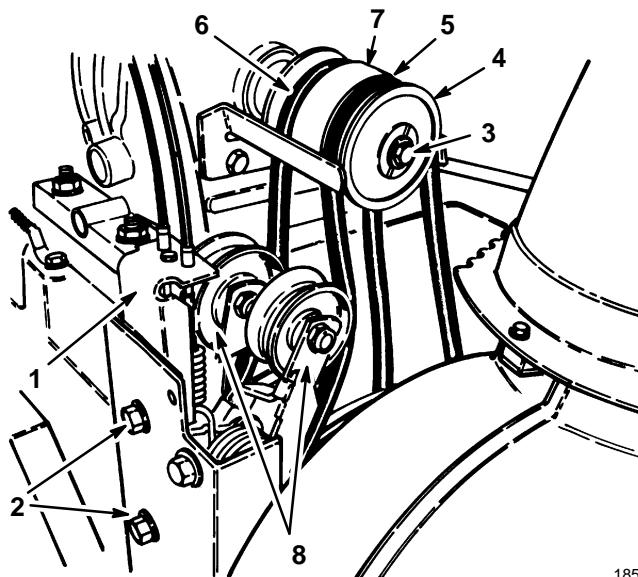

Figure 27
3. Mettez le changement de vitesse au point mort (N).
4. Retirez les 2 boulons à embase qui fixent l'ensemble de poulies folles au châssis moteur, et déposez l'ensemble de poulies folles (Fig. 27).
5. Retirez le boulon et la rondelle-frein qui fixent la demi-poulie à l'avant de l'ensemble de poulies (Fig. 27).
6. Retirez du vilebrequin la demi-poulie avec la courroie de tarière/roue hélice, puis retirez la courroie de la poulie de roue hélice (Fig. 27).
- Pour remplacer la courroie de traction, retirez du vilebrequin l'élément central de poulie avec la courroie, puis retirez la courroie de la poulie de transmission (Fig. 27).
- Pour remplacer la courroie de traction, placez la courroie neuve sur la poulie de transmission et la poulie centrale, et glissez la poulie centrale sur le vilebrequin (Fig. 27).
- Remontez l'ensemble de poulies folles sur le châssis moteur, et fixez-le à l'aide des deux boulons à embase (Fig. 27).